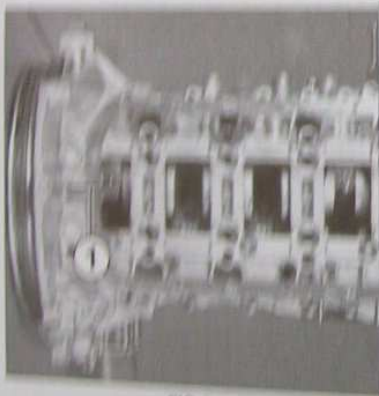

FIG. 8
- 4. Insérer la pince de blocage (Ø 12 mm) (3) du volant moteur (voir réf. (-) 9194 (-) (Fig. 8)).